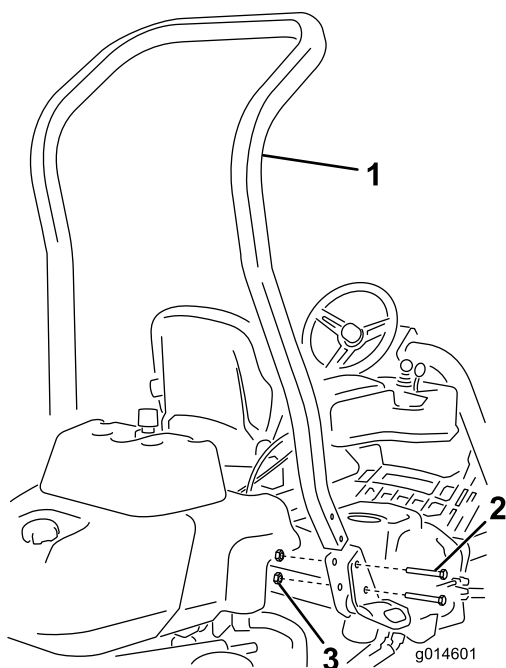

Figura 3
3. Installate il roll bar nelle tasche su ciascun lato della macchina, utilizzando 4 bulloni ($\frac{1}{2}$ " x $3\frac{3}{4}$ " e 4 dadi flangiati ($\frac{1}{2}$ " come illustrato nella Figura 3.